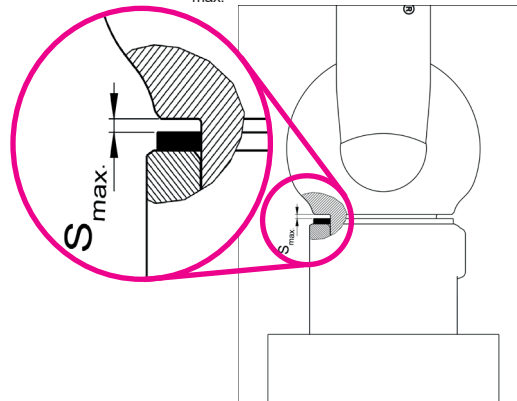

Abb. 13: S_{max} = Abstand zwischen Ober- und Unterteil
- Das Maximalspiel zwischen Ober- und Unterteil des TXP-Anschlagpunktes darf nicht überschritten werden (vgl. Abb. 13).
- das Maximalspiel S_{max} zwischen Ober- und Unterteil überschritten ist (Abb. 13):